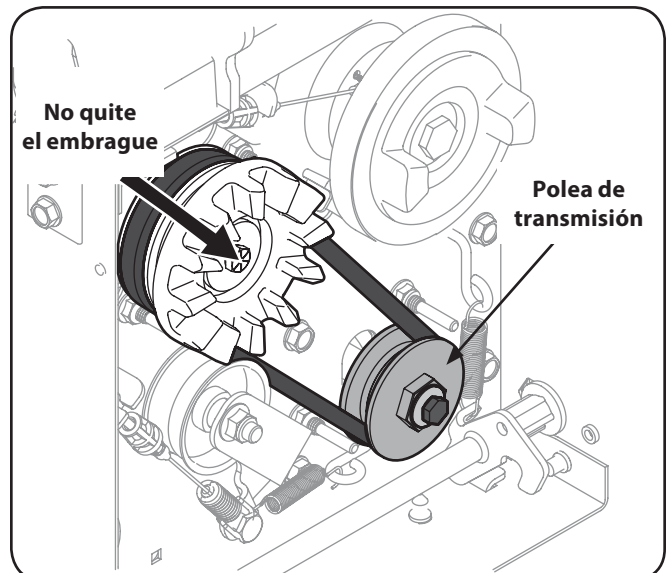

Figura 6-11
4. Use una llave regulable más grande, o una llave de 1" para sujetar la polea de transmisión y evitar que gire, extraiga el perno hexagonal que sujeta dicha polea. Tire de la mitad delantera de la polea de transmisión para sacarla y dejar completamente expuesta la correa de transmisión. Consulte la Figura 6-11.